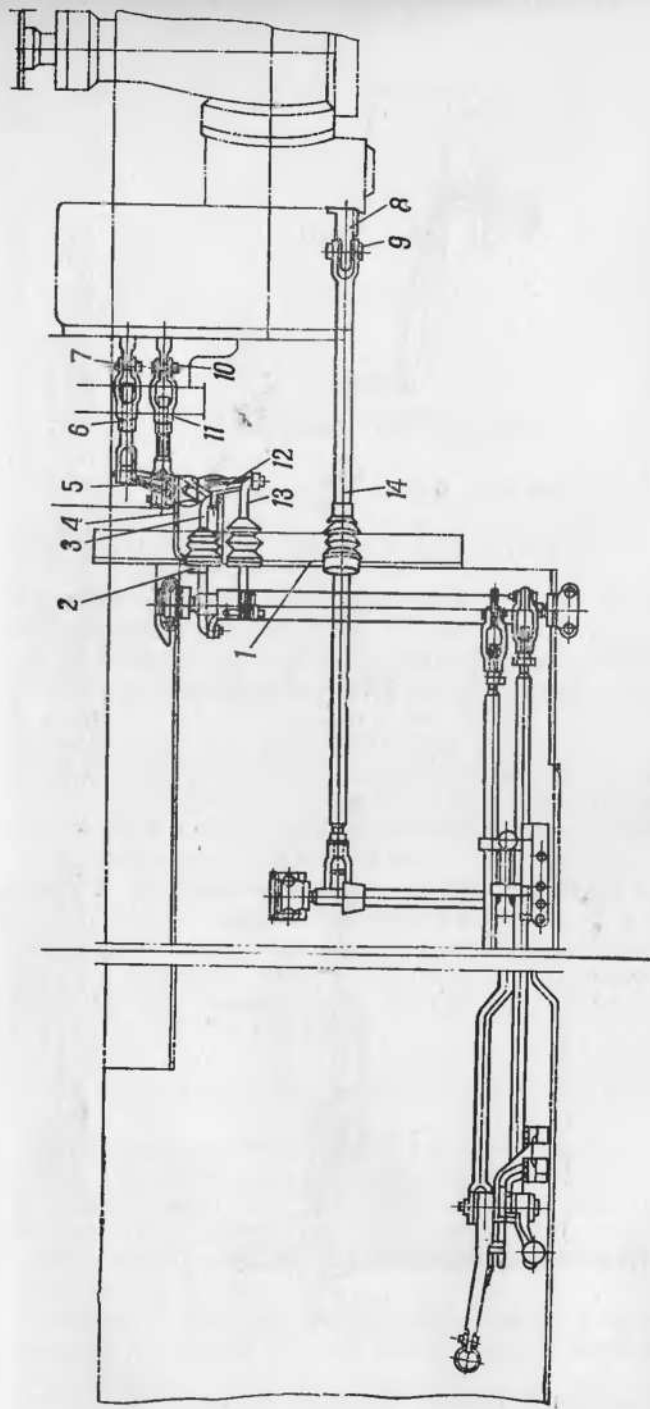

Рис. 20. Установка привода управления раздаточной коробки:
9. Расшплинтовать, вынуть палец 9 (рис. 20) и отсоединить тягу 14 от штока 8 коробки отбора мощности на дополнительные колеса.
23. Расшплинтовать, вынуть пальцы 7 и 10 (рис. 20) и отсоединить тяги 6 и 11 от штоков раздаточной коробки. Снять кронштейн 4 в сборе с осью, рычагами 5 и 12 и тягами 6 и 11.
2. Присоединить тяги 6 и 11 (рис. 20) в сборе с осью, кронштейном 4 и рычагами 5 и 12 к штокам раздаточной коробки, вставить пальцы 7 и 10 в отверстия тяг и штоков, пальцы зашплинтовать шплинтами.